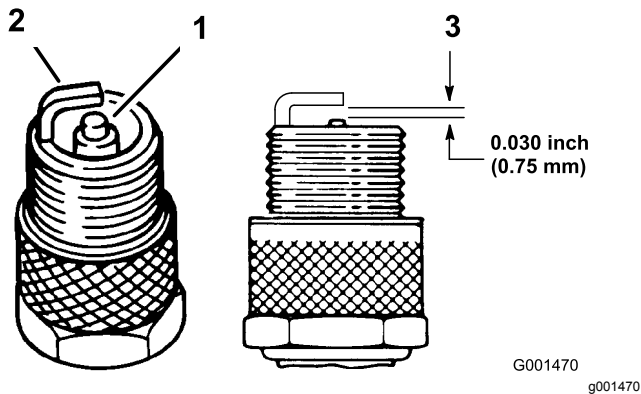

Figure 19
1. Examinez le centre des bougies (Figure 19). Si le bec isolant est recouvert d'un léger dépôt gris ou brun, le moteur fonctionne correctement. S'il est recouvert d'un dépôt noir, cela signifie généralement que le filtre à air est encrassé.
2. Contrôlez l'écartement entre l'électrode centrale et l'électrode latérale (Figure 19). Courbez l'électrode latérale (Figure 19) si l'écartement est incorrect.
3. Connectez les bougies (Figure 19).